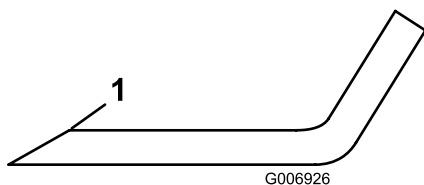

図 70
3. 全部のブレードの切っ先を丁寧に点検する。切っ先が鈍くなっていたり欠けていたりした場合には研磨する。研磨は刃先の上面だけに行い、刃の元々の角度を変えないように十分注意する図 70。ブレードの左右を均等に削れば、バランスを狂わすことなく研磨を行うことができる。